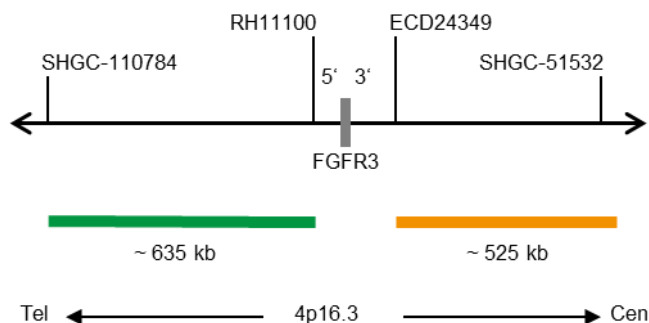

Fig. 1 : Carte de la sonde SPEC FGFR3 (pas à l'échelle)
- Polynucléotides marqués au ZyGreen (excitation 503 nm/émission 528 nm) (~10 ng/ μ l), qui ciblent des séquences cartographiées en 4p16.3* (chr4:1,093,149-1,729,455) distales par rapport à la région du point de rupture FGFR3 (voir figure 1).
- Polynucléotides marqués au ZyOrange (excitation 547 nm/émission 572 nm) (~4,5 ng/ μ l), qui ciblent des séquences cartographiées en 4p16.3* (chr4:1,922,997-2,446,931) à proximité de la région du point de rupture FGFR3 (voir figure 1).